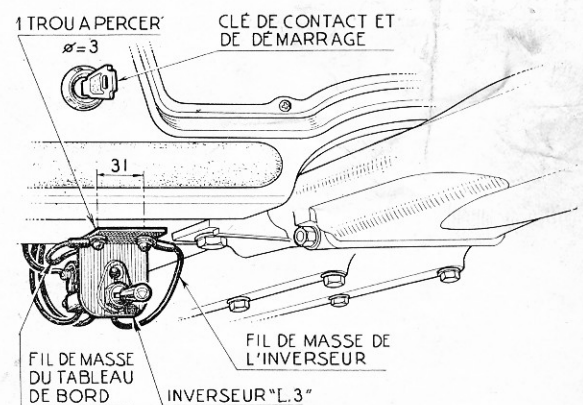

Fig. 2
- 4° **Fixer l'inverseur avec témoin lumineux L 3 monté sur équerre chromée**, à gauche, sur le rebord inférieur de la planche de bord, avec les deux vis SIM n° 7 qui restent dans le sachet, en utilisant d'une part le trou existant qui sert à la fixation de la connexion de masse du tableau de bord, et d'autre part en perçant un autre trou de 3 mm à 31 mm à gauche du premier. Serrer alors la connexion de masse sous la tête de vis à gauche et le fil à embout noir et cosse, fixé sur la borne droite de l'inverseur, sous la tête de vis de fixation de droite (Fig. 2).